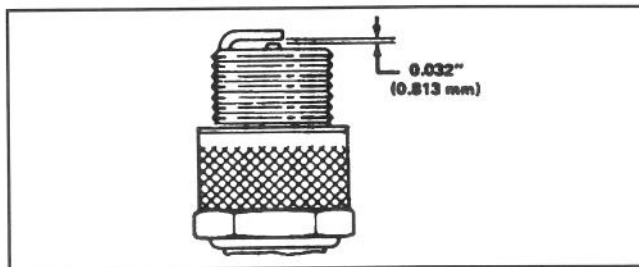

Abbildung 17
3. Elektrodenabstand auf 0,81 mm einstellen (Abb. 17). Die auf korrekten Abstand eingestellte Zündkerze mit einer Dichtungsscheibe anbringen und auf 13,6 N•m anziehen.